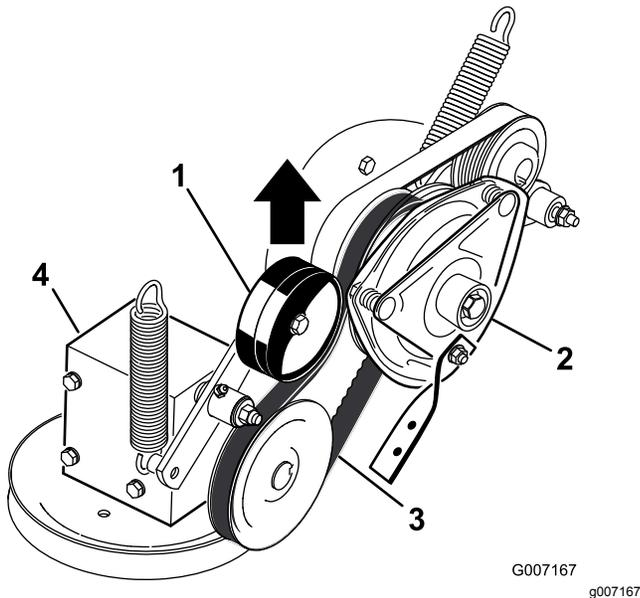

Figura 77
5. Puxe a polia intermédia da mola para a correia de transmissão da PTO e retire a correia da polia da embraiagem (Figura 77).
17. Puxe a polia intermédia da mola para a correia de transmissão da PTO e instale-a na polia da embraiagem (Figura 77).